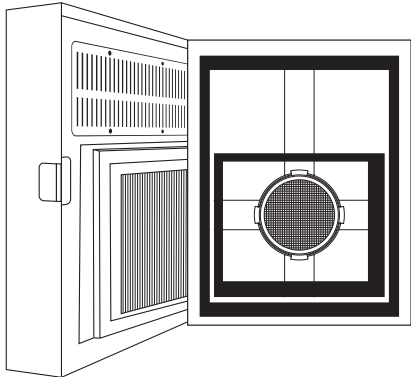

Рис. 10.
- 2. Откройте лицевую крышку прибора (рис. 10).